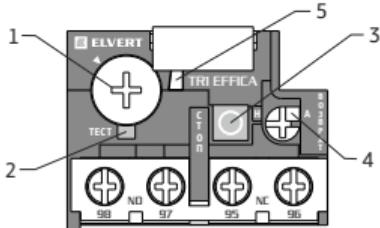

Рисунок 1. Органы управления
На лицевой панели теплового реле имеются винт для плавной регулировки уставки тока (1), кнопка «СТОП» (3) для отключения нагрузки (изменяет состояние НЗ контакта, неизменяет состояние НО контакта), кнопка «ТЕСТ»(2) для проверки срабатывания реле, переключатель-кнопка «ВОЗВРАТ» для выбора режима возврата (4) в рабочее состояние после аварийного отключения реле, индикатор (5) срабатывания реле (рисунок 1). Все органы управления, кроме кнопки «СТОП» закрываются прозрачной защитной крышкой с возможностью опломбировки.